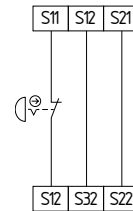

Fig. 12
**Circuito de Paro de Emergencia de un canal con pulsadores según ISO 13850 y IEC 60947-5-5 (véase fig. 12)**